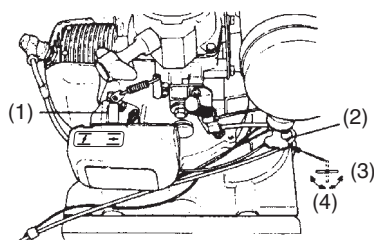

Рис. 4
- 2) Открыть топливный кран. (Рис. 4)
- 3) Повернуть рычаг заслонки в положение СНОКЕ . (Рис. 4)
- 6) Если Вы услышите, что двигатель начинает заводиться, верните рычаг заслонки в положение RUN (РАБОТА) (открыто). Затем снова быстро потяните возвратный стартер. (Рис. 4)